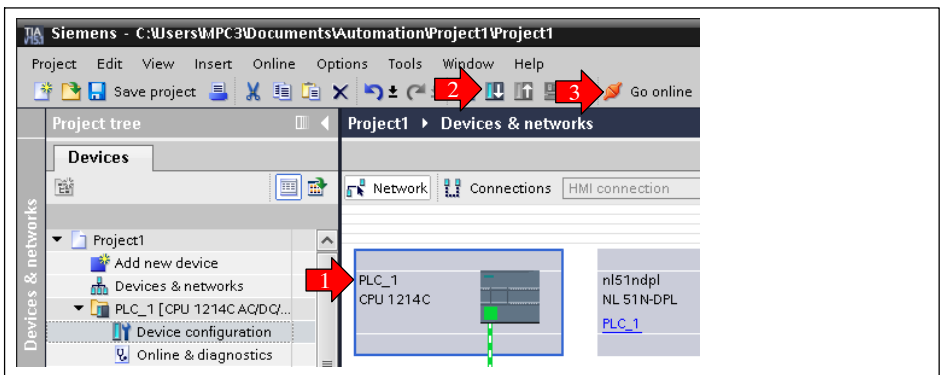

Fig. 4.15 Activation de la connexion entre l'API et le MP85A
- ▶ Cliquez sur l'icône de téléchargement , voir Fig. 4.15.